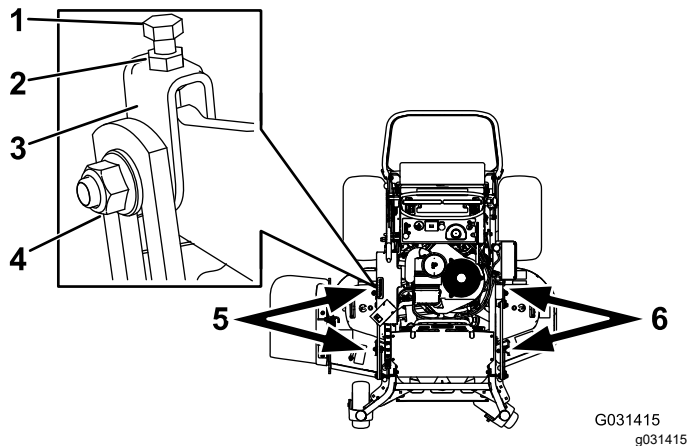

Figura 88
1. Afloje la tuerca lateral y la contratuerca de las horquillas que desea ajustar (Figura 88).
2. Gire el perno superior de las horquillas para ajustar la altura de la carcasa de corte (Figura 88).